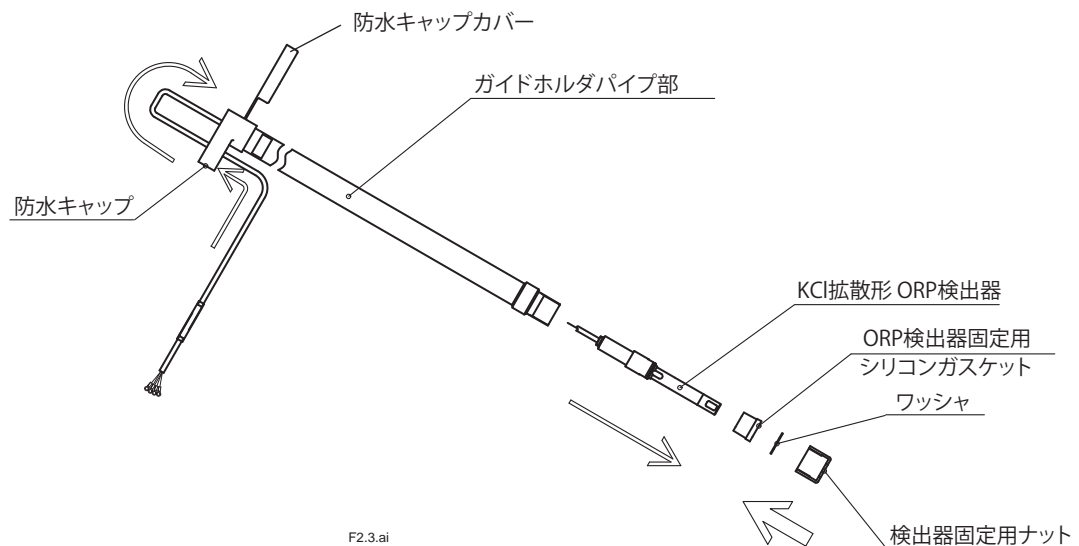

図 2.3 PH8HLD 浸漬形ホルダへの検出器取付け例
- (1) OR10RP KCl 拡散形 ORP 検出器の先端に取り付けられているキャップを取りはずします。
- (2) ORP 検出器を PH10HLD 浸漬形ホルダに取り付けます。以下の手順で、KCl 拡散形 ORP 検出器を浸漬形ホルダに組み込んでください（図 2.3 参照）。
- ・浸漬形ホルダの後端の防水キャップカバーを開け、図 2.3 のように KCl 拡散形 ORP 検出器を防水キャップ部分に通してからホルダに挿入します。
- ・浸漬形ホルダの防水キャップカバーを閉じます。なお、図 2.3 にて、細い白抜きの矢印は KCl 拡散形 ORP 検出器の挿入方向を示し、太い白抜きの矢印はガスケット、ワッシャ、ナットの挿入方向を示します。